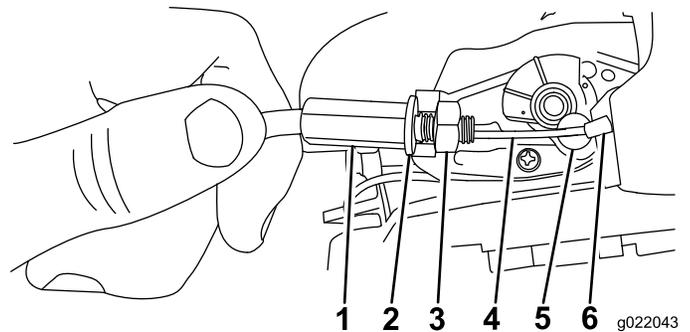

Figura 5
5. Coloque el conjunto en su sitio, deje que el tope del cable se deslice hasta su lugar y apriete el acoplamiento del cable y la tuerca; consulte Figura 5.